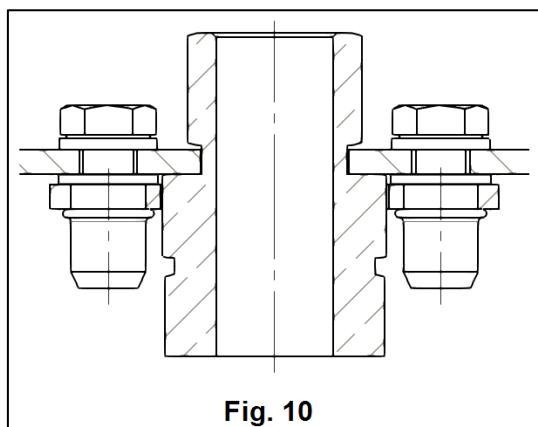
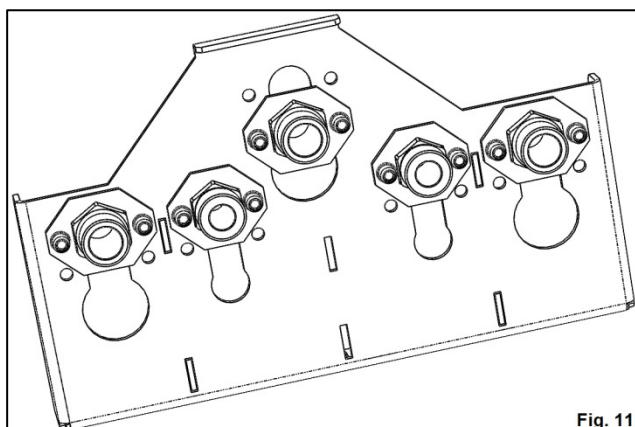

Fig. 10
Fig. 11
**7.** Se monteaza clemele H si I, pe fata inferioara a placii P, pe tronsonul hexagonal al racordurilor E, F si G, asigurandu-se corespondenta gaurilor din placa P cu pulitele nitubile (Fig. 11), prin fixare cu suruburile J si saibele K (Fig. 10). Se va observa corespondenta dimensionala a hexagonului, pentru pozitionarea corecta a racordurilor.